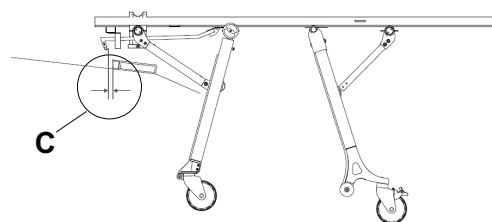

Figura 10 – Jocul dintre cârligul de siguranță și placa de prindere
- Jocul orizontal (C) dintre cârligul de siguranță și placa de prindere este suficient pentru descărcare (Figura 10)